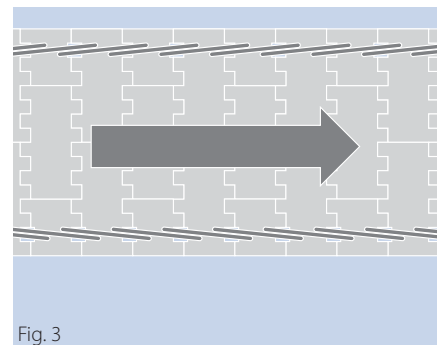

Fig. 3
- Asegurarse de que las placas laterales se solapen correctamente (fig. 3).